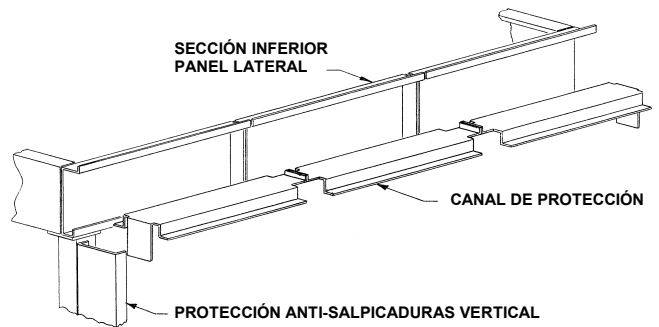

Figura 21 - Montaje del Canal de Protección
Una vez las secciones superiores de la sección superior han sido fijadas y atornilladas a la sección inferior, hay que montar los canales de protección inferiores para evitar la entrada de objetos o materiales extraños. Estos canales se chocan simplemente sobre las bridas gemelas como se indica en la figura 21. Se pueden montar desde el interior del equipo y no requieren una fijación especial.
2. Fije la base a la unidad con tuercas y arandelas de seguridad. (Ver figura 21).